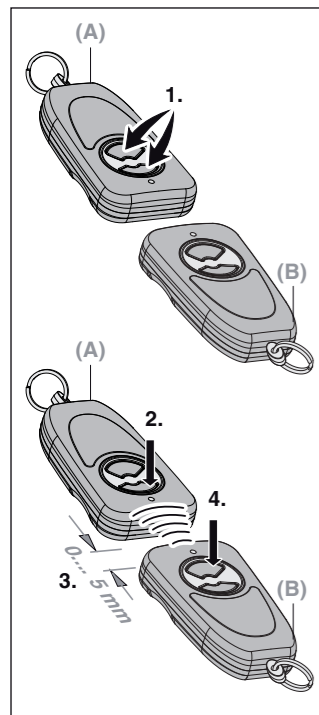

Fig. 3
- ▶ Premere il tasto (2) sul telecomando. In questo modo viene eseguita la funzione collegata al tasto (ad es. apertura / chiusura del portone).
4.3 Copia di un tasto funzione (fig. 3)
- ▶ Presionar el pulsador (2) del emisor manual. Se realiza la función asignada al pulsador (p. ej. abrir / cerrar la puerta).
4.3 Copiar una función de pulsador (fig. 3)